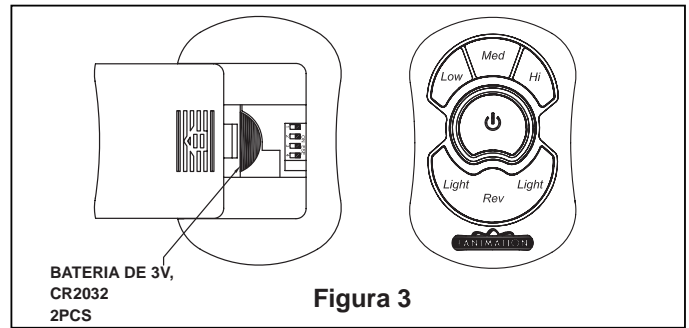

Figura 3
4. Levante cuidadosamente el ventilador y coloque el ensamble de la bola para colgar/varilla en la abrazadera para colgar que acaba de fijar a la caja de salida. Asegúrese de que la ranura de la bola esté alineada con la lengüeta de la abrazadera para colgar. (Figura. 3)
## Funcionamiento y uso del Control remoto de mano (Figura 3):